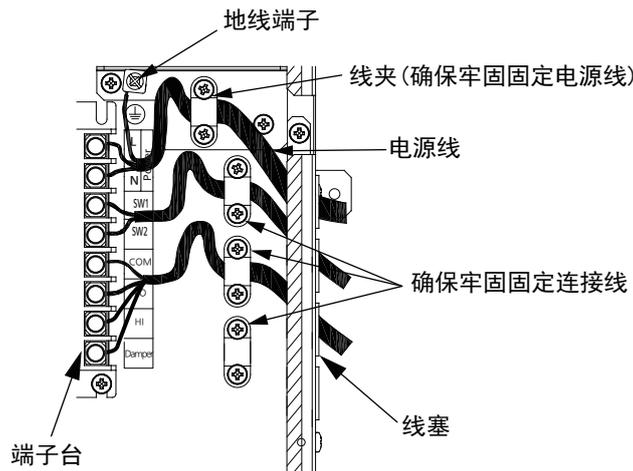
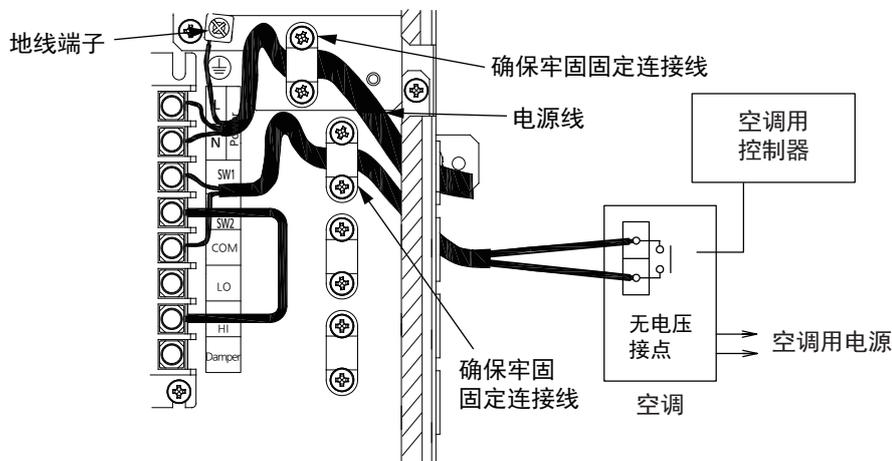

图4
图5
⑤在相应的位置进行接线。(图4和图5)
- (1)请使用60227 IEC 53规定的额定电压为300 V/500 V的电源线（软线）连接电源线与开关。
- (2)电源线请使用包括黄绿线在内的3芯线，各芯线的公称截面积为2.5 mm²规格。（根据当地法律法规进行接线）
- (3)本体内的SW1及SW2端子部和开关的连接线使用2芯线，其他端子部和开关的连接线使用4芯线，各芯线的公称截面积为2.5 mm²规格。（根据当地法律法规进行接线）
(5)如使用空调联动功能，请使用公称截面积为 2.5 mm^2 规格的单芯线将端子SW2与HI连接，如图5所示；使用公称截面积为 2.5 mm^2 规格的2芯线将端子SW1、COM与无电压接点连接。（根据当地法律法规进行接线）
⑥将电源线接地端(黄绿线)固定到电源线地线端子上。(图4和图5)